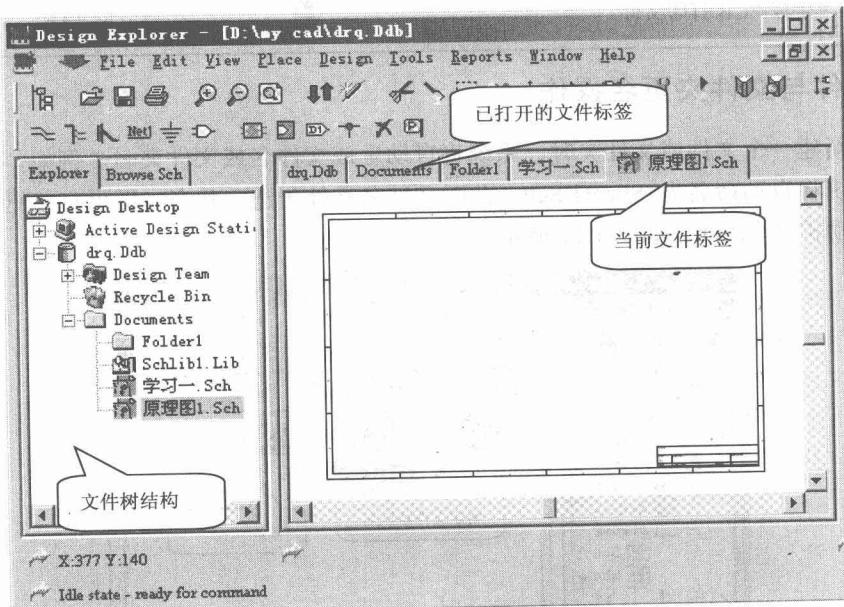

图 1.14 文件管理器
(1) 单击左窗口管理器中的文件夹或文件图标，或在右边的工作窗口双击文件或文件夹图标，即可打开。
(2) 打开文件或文件夹后在右窗口中有对应的标签出现，单击对应的标签可以在各文件或文件夹间切换。在文件管理器中，打开的文件和文件夹以树状结构排列，如图 1.14 所示。